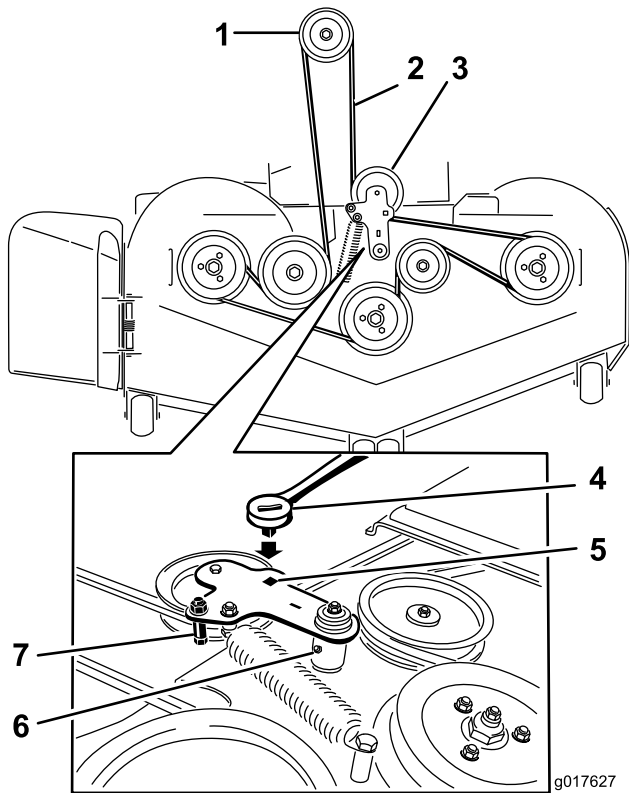

Figura 85
5. Sollevate la bacinella e inserite il cricchetto nel foro quadrato del tendicinghia del piatto di taglio (Figura 85).
6. Ruotate il tendicinghia del piatto di carico in senso orario e togliete la cinghia del tosaerba (Figura 85).